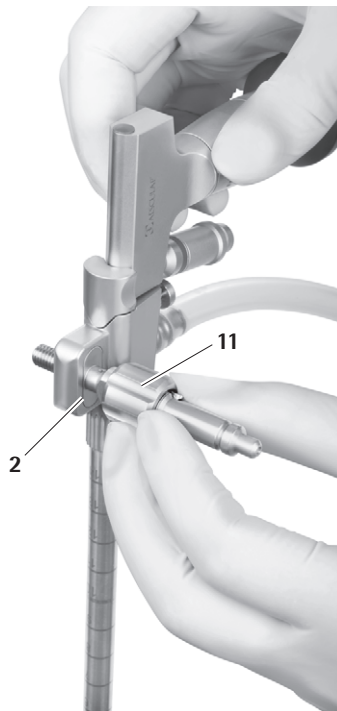

Fig. 18
- ▶ Holdearmsadapteren 11 kan efter ønske indsættes i højre eller venstre boring, indtil flangen går i indgreb i noten 2 til fastgørelse af holdearmen, se Fig. 18.